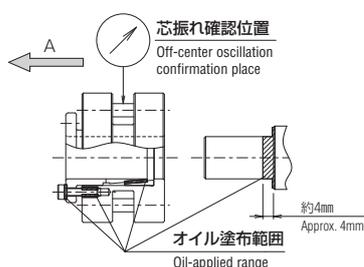
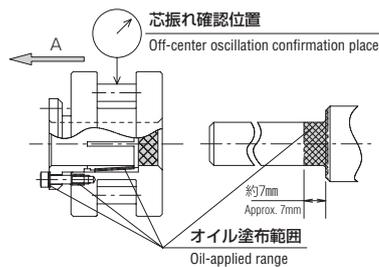

図1 Fig.1
図3 Fig.3
- 軸のローラピニオンと直接接する部分と、締結具各テーパ接触部、ロックボルトネジ部、頭部座面に、オイル又はグリスを軽く塗布して下さい。(図1、3、5)
Lightly apply oil or grease to shaft which directly contacts with roller pinion, tapered area of clamping tool, screwed area and head seat of lock bolt (Fig. 1, 3 and 5).
- 注4. ロックボルト締め付け時、ローラピニオンは、図1・図3矢印A方向へ、若干移動します。カムラック側面との干渉に注意して下さい。(CPA1010B～CPA3212B、CPC3212A、CPS1610A～CPS2510A対象)
Since the roller pinion moves slightly in the arrow A direction of Figs. 1 and 3 when the lock bolts are fastened, watch out the roller pinion for the interference with the gear side (for CPA1010B to CPA3212B, CPC3212A, and CPS1610A to CPS2510A types).